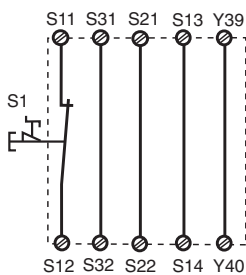
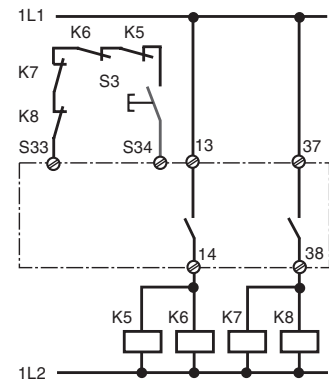

Fig. 2: Eingangskreis einkanalig, automat. Start/Single-channel input circuit, automatic reset/Commande par 1 canal, validation automatique
Fig. 10: wie Fig. 9 mit überwachtem Start/connection for contactors/relays and monitored reset/comme Fig. 8 avec surveillance du poussoir de validation
In Fig. 2 ... Fig. 10 sind Anschlussbeispiele für NOT-AUS-Beschaltung mit automatischem und überwachtem Start, Schutztüransteuerungen sowie Kontaktvervielfachung durch externe Schütze.
- Fig. 2 und 7: **keine** Verbindung S33-S34
In Fig. 2 ... Fig. 10 are connection examples for Emergency Stop wiring with automatic and monitored reset. Safety gate controls as well as contact expansion via external contactors.
- Fig. 2 and 7: S33-S34 **not** connected
Les figures 2 à 10 représentent les différents câblages possibles du PNOZ XV2.1 à savoir: poussoir AU avec réarmement automatique ou auto-côntrolé, interrupteurs de position et augmentation du nombre des contacts de sécurité par contacteurs externes.
- Fig. 2 et 7: **pas** de câblage sur S33-S34